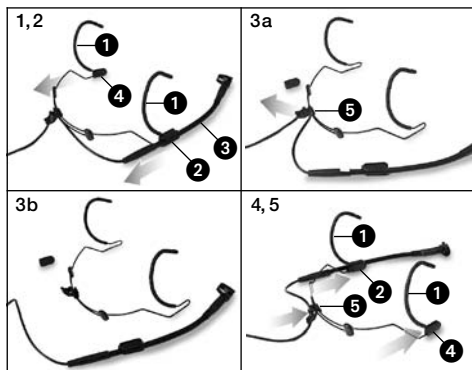

Fig. 2 : Déposer le bras de micro
- Voir Fig. 2.
1. Faites glisser le support de bras de micro (2) avec le bras de micro (3) dans le sens de la flèche pour le détacher de la branche de l'arceau reposant sur l'oreille (1).
2. Enlevez l'embout (4) de l'autre branche.
3. Sortez le câble de l'attache (5).
4. Inversez le support de bras de micro (2) et l'embout (4) et enfoncez-les jusqu'en butée sur l'arceau au-dessous de la branche (1) respective.